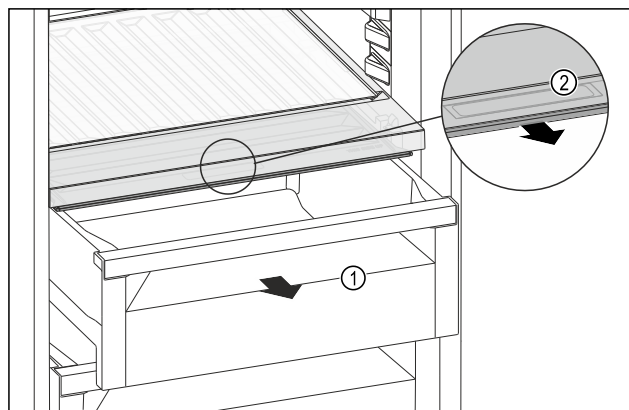

Fig. 177
- Zásuvku Fig. 177 (1) vytáhněte.
- Uchopte prohlubeň pro rukojeť Fig. 177 (2) na víku zásuvky a současně zatáhněte za víko zásuvky směrem dopředu.